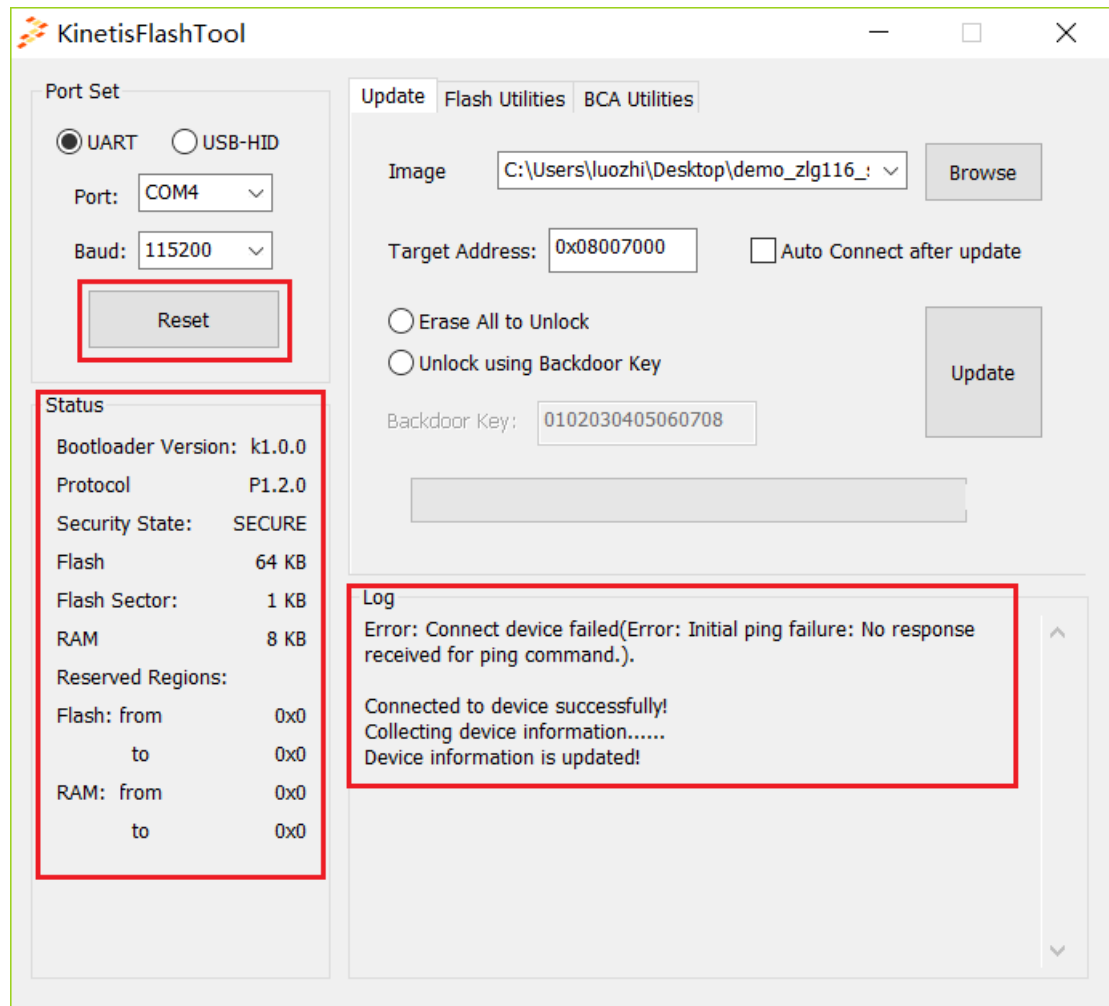

图 10: 连接 BootLoader
4、连接 BootLoader，点击 Connect 按钮，会出现如图 10 所示的现象。Connect 按钮变成 Reset 状态，status 部分显示了一些信息，log 部分打印出了一些信息，其中第一部分 “Error: Connect device failed(Error: Initial ping failure: No response received for ping command).”，是正常现象，这部分是因为波特率检测，所以 BootLoader 没有回应。第二部分 “Connected to device successfully! Collecting device information..... Device information is updated!”，表示连接成功。